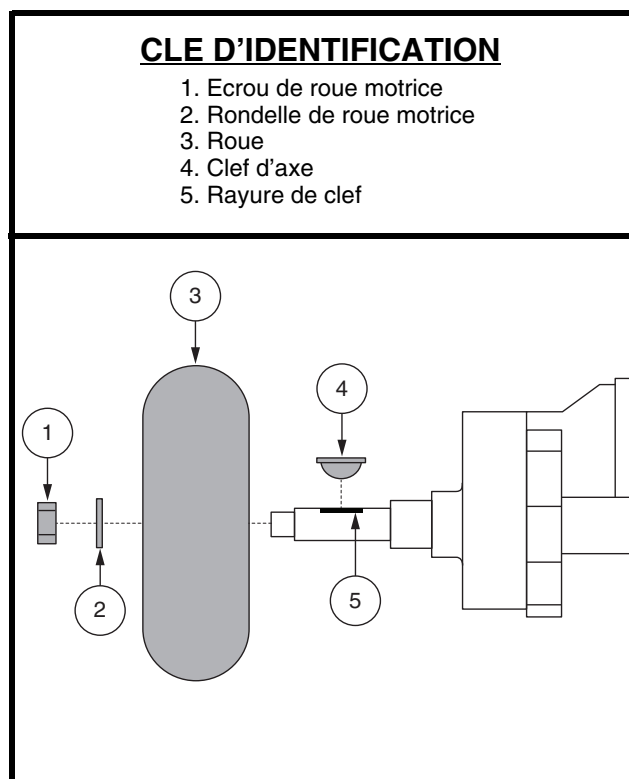

Figure 28. Enlèvement de la roue motrice à âme pleine
3. Enlever l'écrou et la rondelle de roue motrice sur l'essieu. **Voir la figure 28.**